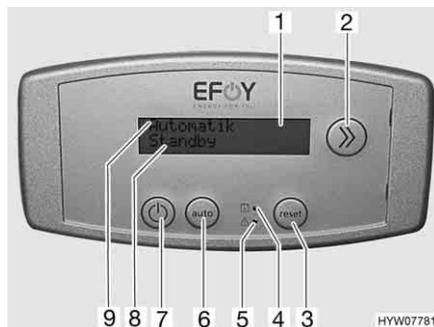

Fig. 155 Unidad de mando de la pila de combustión
La pila de combustión se compone de varios componentes que están instalados en el compartimento de almacenamiento trasero (Fig. 153), así como de un panel de mando (Fig. 155) en el habitáculo.
La pila de combustión automáticamente carga las baterías del habitáculo cuando la tensión de las baterías del habitáculo baja abajo de 12,5 V y la pila de combustión está conectada por medio de la tecla On/Off (Fig. 155,7).
**Unidad de mando** El display (Fig. 155,1) de la unidad de mando es de dos líneas. En la primera línea (Fig. 155,9) se indica el estado de funcionamiento de la pila de combustión.
En la segunda línea (Fig. 155,8) se emiten datos informativos o mensajes de averías.
El cambio a los datos informativos disponibles se realiza a través de la tecla de información (Fig. 155,2).
Los dos LEDs de la unidad de mando indican el cambio necesario del cartucho de metanol (Fig. 155,4) y averías que se presentan (Fig. 155,5).
Después de haber eliminado el error, volver a conectar la pila de combustión. Para esto, pulsar la tecla Reset (Fig. 155,3).
- Pulsar la tecla On/Off (Fig. 155,7).
En la primera línea del display (Fig. 155,9) se indica el modo de funcionamiento actual.
- Cuando se emite la indicación "Ein" (On), la pila de combustión se encuentra en el modo de carga seleccionado manualmente. Pulsar la tecla "auto" (Fig. 155,6) para cambiar al modo de funcionamiento automático.
- En caso de que la pila de combustión todavía no esté desconectada, pulsar la tecla On/Off (Fig. 155,7).